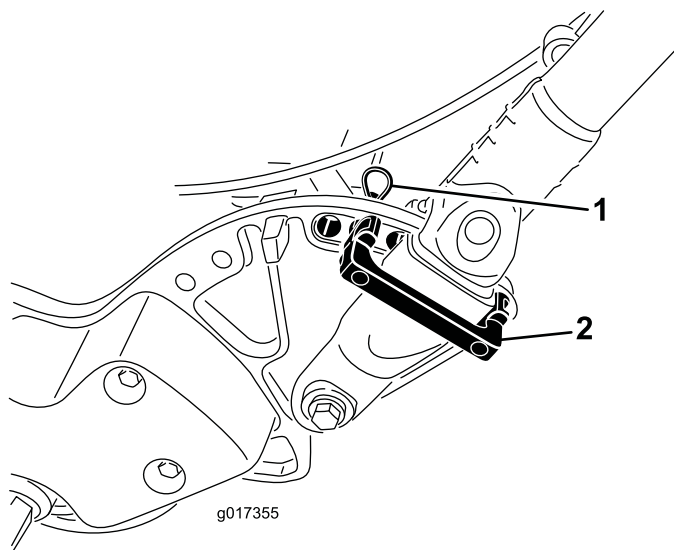

図 28
1. 機体左右のハンドルリテーナからヘアピンコッターを抜き取る 図 28。
2. ハンドルを支えながら、左右のヘアピンコッターを抜き、ハンドルを希望の位置にセットする 図 28。